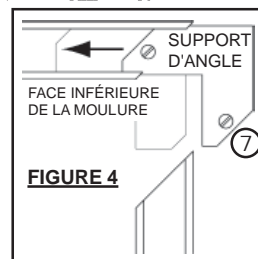

FIGURE 4
5. Les trois pièces de moulure sont assemblées de la même façon qu'un cadre. Placez les supports d'angle (avec les vis non serrées) dans les sections de moulure. Serrez la vis pour que la pression retienne les pièces ensemble. Fixez l'autre section. Répétez ensuite avec le côté opposé. Serrez solidement toutes les vis. (FIGURE 4)